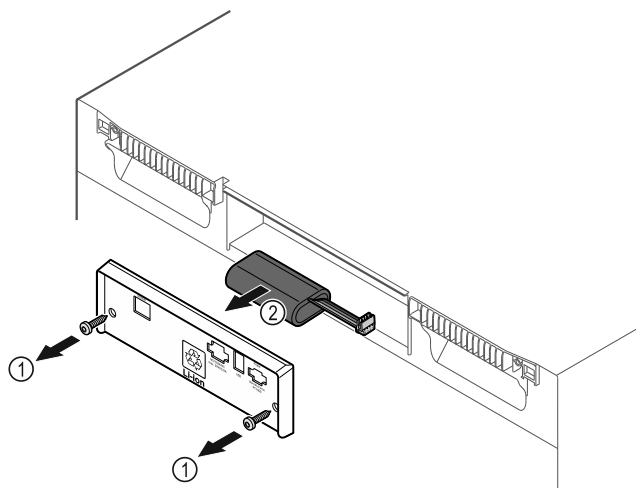

Fig. 202
- ▶ Открутите винты и снимите крышку с задней стороны устройства Fig. 202 (1).
- ▶ Отсоедините и извлеките аккумуляторную батарею Fig. 202 (2).